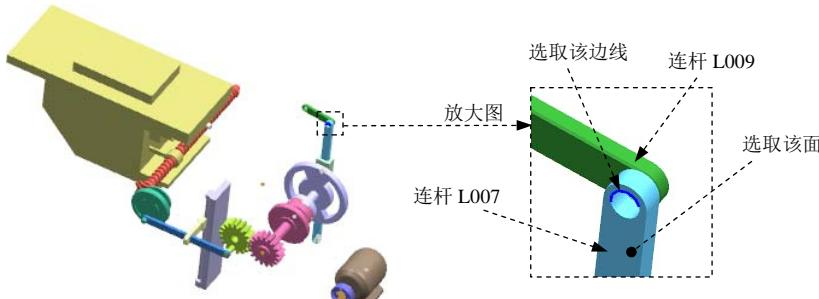

图 10.9.16 定义旋转副（六）
(1) 定义运动副类型。在“运动副”对话框**定义**选项卡的**类型**下拉列表中选择**旋转副**选项。
(2) 选择连杆。选取图 10.9.16 所示的连杆 L009。
(3) 定义原点及矢量。在“运动副”对话框的**指定原点**下拉列表中选取“圆弧中心”**○**选项，在模型中选取图 10.9.16 所示的圆弧为定位原点参照；选取图 10.9.16 所示的面作为矢量参考面。
(4) 添加啮合连杆。在“运动副”对话框的基本区域中选中**啮合连杆**复选框，单击**选择连杆 (1)**，选取图 10.9.16 所示的连杆 L007。
(5) 定义啮合连杆原点及矢量。在“运动副”对话框基本区域的**指定原点**下拉列表中选取“圆弧中心”**○**选项，在模型中选取图 10.9.16 所示的圆弧为定位原点参照；选取图 10.9.16 所示的面作为矢量参考面。
(6) 单击**应用**按钮，完成第八个运动副的添加。